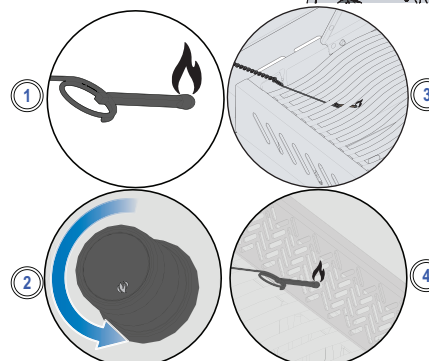

Bild 4
3. Medan du vrider den motsvarande brännarens vred till hög värme. (Bild 4)